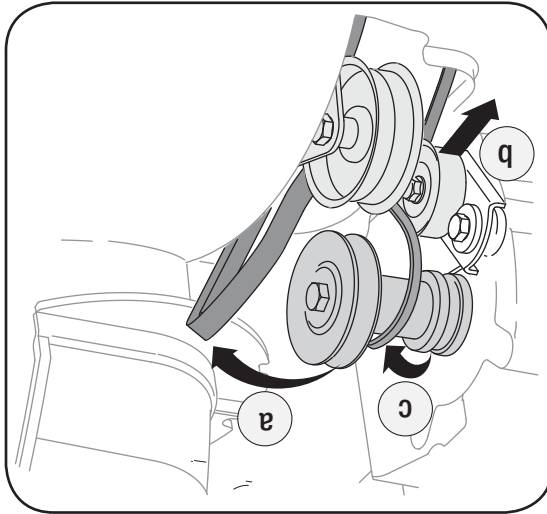

Figure 6-9
5. Utilisez une clé pour pivoter la poulie de tension vers la droite. Voir la Figure 6-9.